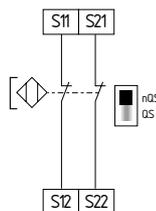

Fig. 14
**Comando de dois canais de interruptores magnéticos de segurança conforme IEC 60947-5-3 (ver Fig. 14)**